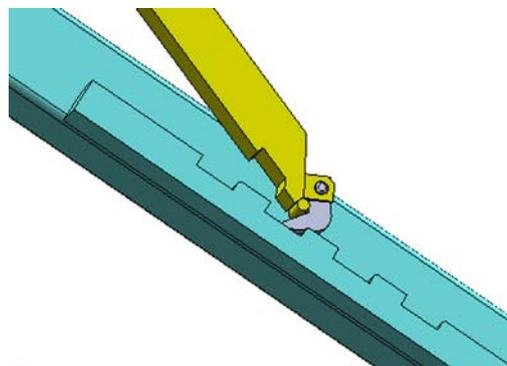

Рис. 3
- C. Опускание подъемника: Нажмите рычаг в положение «ВВЕРХ» при этом замок безопасности откроется (**рис. 3**). Произведите опускание с помощью рычага в положение «ВНИЗ»